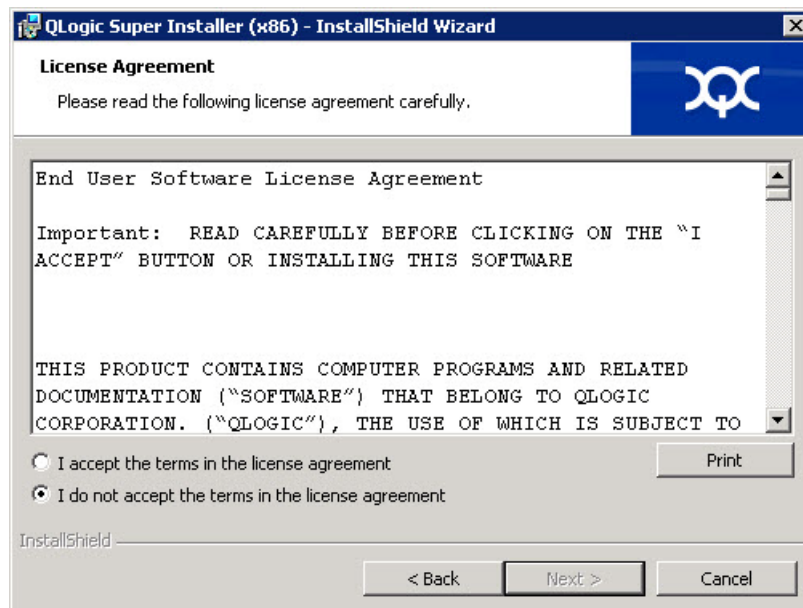

Figura 2-3. Janela QLogic InstallShield Wizard: License Agreement (Assistente do InstallShield da QLogic: Contrato de licença)
4. Na janela do contrato de licença do assistente (Figura 2-3 na página 8):